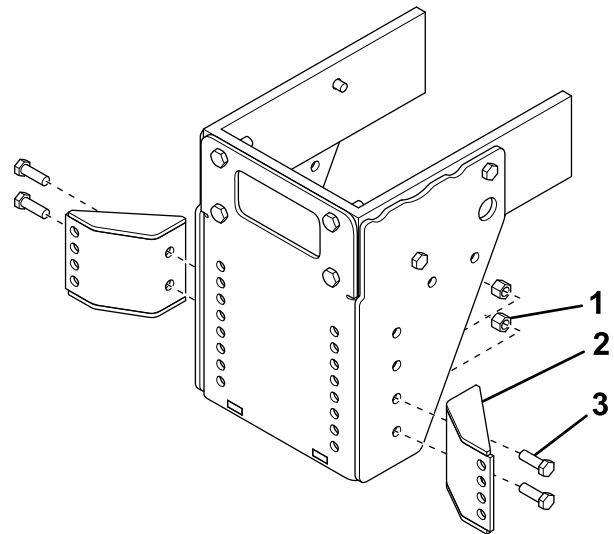

Figura 4
10. Sujete una chapa de unión lateral a la placa lateral izquierda con 2 pernos ($\frac{1}{2}$ " x $1\frac{1}{2}$ " y tuercas (Figura 4).
11. Sujete la otra chapa de unión lateral a la placa lateral derecha con 2 pernos ($\frac{1}{2}$ " x $\frac{1}{2}$ ") y tuercas (Figura 4).